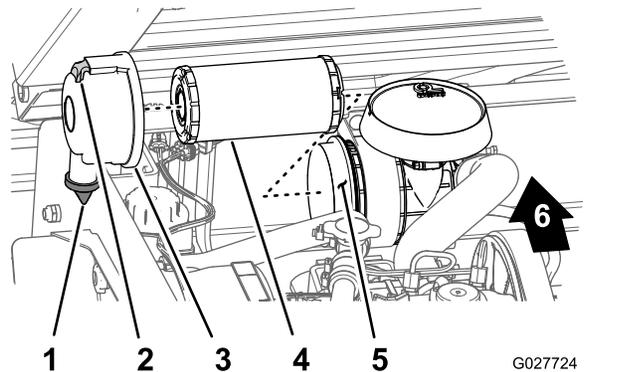

Figura 35
2. Controllate il corpo del filtro dell'aria per escludere eventuali danni che possano causare una perdita d'aria (Figura 35).
3. Tirate il fermo verso l'esterno e ruotate il coperchio del filtro dell'aria in senso antiorario (Figura 35).
5. Estraete con cautela l'elemento del filtro dal relativo alloggiamento (Figura 35), in modo da ridurre lo spostamento di polvere.
1. Pulite il foro di espulsione della morchia, situato nel coperchio del filtro dell'aria (Figura 35).
2. Togliete la valvola di uscita in gomma dal coperchio, pulite la cavità e rimontate la valvola di uscita (Figura 35).
3. Montate l'elemento del filtro dell'aria nel relativo alloggiamento premendo sul bordo esterno dell'elemento per inserirlo nell'alloggiamento del filtro dell'aria (Figura 35).
4. Allineate il coperchio del filtro dell'aria con la scatola del filtro con la valvola di uscita in gomma in posizione verso il basso, circa tra le ore 5 e le ore 7 vista dall'estremità (Figura 35).
5. Bloccate il coperchio sull'alloggiamento con i fermi (Figura 35).